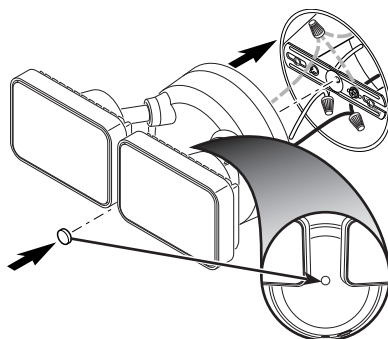

Figure 3
3. Serrez solidement le boulon de montage, en évitant toutefois de trop le serrer (voir la Figure 3).
4. Enfoncez fermement le bouchon de caoutchouc dans le trou du boulon de montage du luminaire (voir la Figure 3).